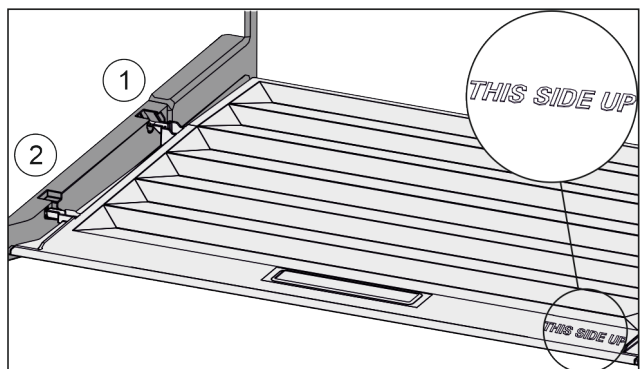

Fig. 59
- ▶ Пъхнете шийките на капака през отвора в задния държач Fig. 59 (1) и фиксирайте отпред в държача Fig. 59 (2).